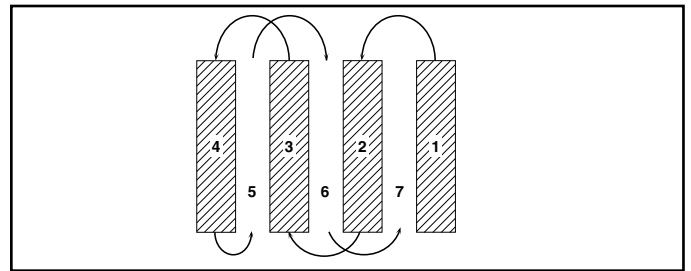

FIG. 14
- Vous trouverez le labourage beaucoup plus facile si vous laissez un sillon non bêché entre les passes. En ce temps-là retourner entre le rang de labourage (Voir la fig. 14). Il y a deux raisons pour faire ceci. Premièrement, des virages larges sont beaucoup plus faciles à prendre que faire des demi-tours. Deuxièmement, la motobineuse ne vous entraînera pas vers le rang bêché qui est le plus proche.